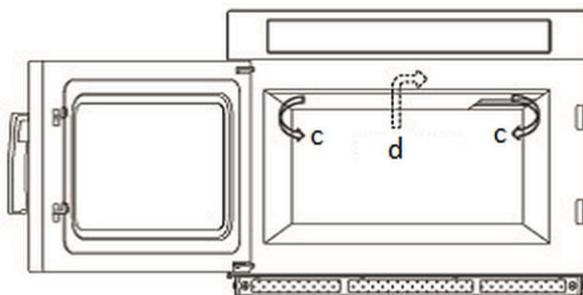

Abb. 5
2. Gehen Sie wie folgt vor (Abb. 5):